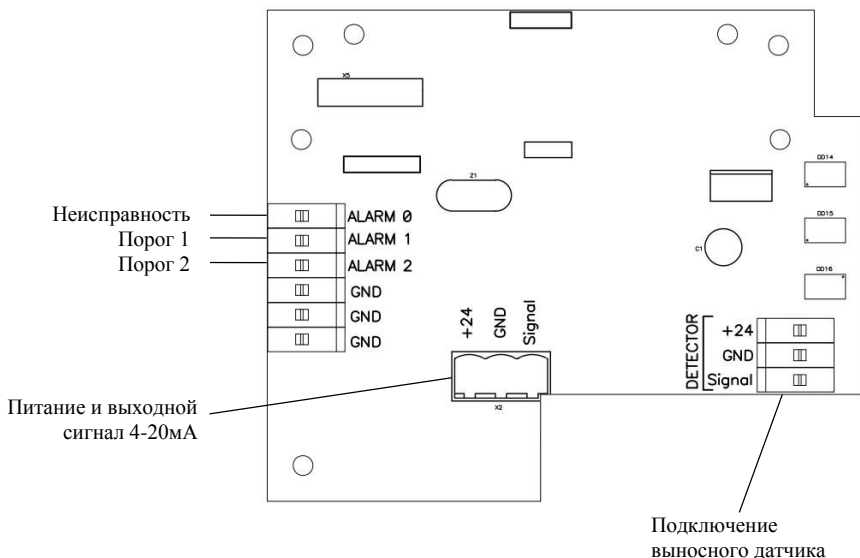

Рис.2 Чертеж основной печатной платы
2.2 Пульт имеет три выходных управляющих сигнала: **Порог1, Порог2 и Неисправность**. На основной печатной плате **Порог1** имеет маркировку ALARM1, **Порог2** – ALARM2, **Неисправность** – ALARM0 (см. рис.2). Нагрузка не более 100мА на каждый контакт.
соответствии с маркировкой контактов, указанной на основной печатной плате (см. рис.2).